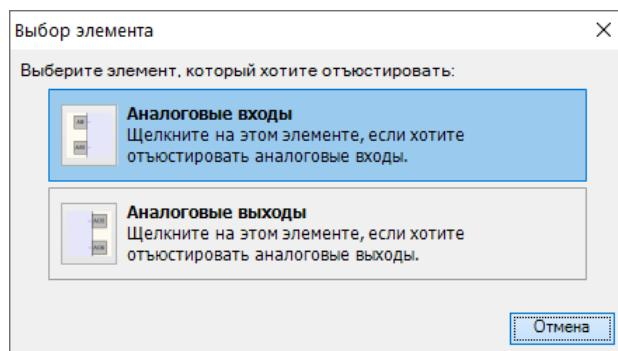

Рисунок 8.3 – Выбор элемента
3. В появившемся меню выбрать “Аналоговые входы” (см. рисунок 8.3).